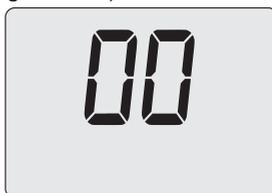

Figura 5.33
- Pulsando el botón 17 (Figura 5.30), el display LCD muestra el valor del parámetro P07 (Figura 5.33).